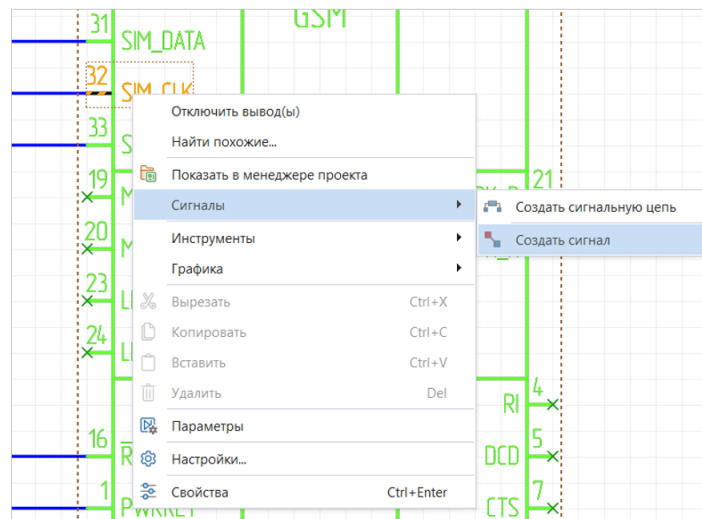

Рис. 137 Переход к созданию сигнала
2. Из контекстного меню выбрать «Сигналы» → «Создать сигнал», см. Рис. 137.
Примечание! Для создания новой сигнальной цепи на электрической схеме воспользуйтесь командой контекстного меню «Сигналы» → «Создать сигнальную цепь» для выбранного проводника/контакта, см. Рис. 137.